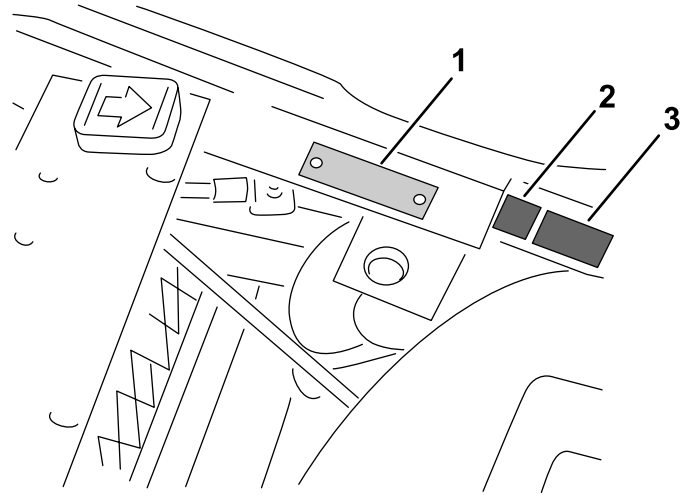

Bild 13
- Bringen Sie den CE-Kennzeichnungsaufkleber und den Aufkleber für das Herstellungsjahr in der Nähe der Seriennummernplatte an der Fußplattform-Stütze an (Bild 13).